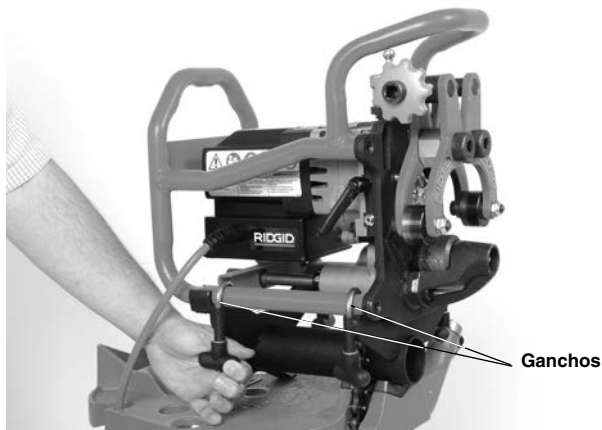

Figura 9 – Conexión de la biseladora con el adaptador
5. Agarre la biseladora con firmeza y colóquela sobre el adaptador como se indica en la *Figura 9*.
6. Pase los ganchos por encima del bastidor de la biseladora y apriete bien las perillas (*Figura 9*).